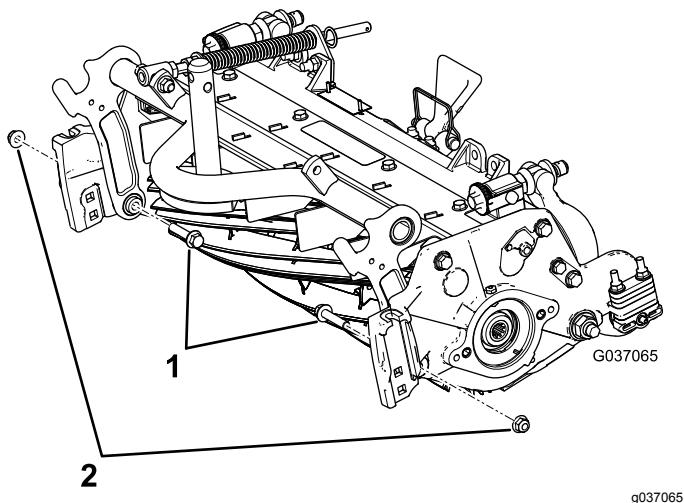

Figura 5
- B. Montate i 2 bulloni a testa flangiata preesistenti dall'interno dell'apparato di taglio e fissateli con dadi di bloccaggio flangiati da $\frac{3}{8}$ ". (Figura 5).